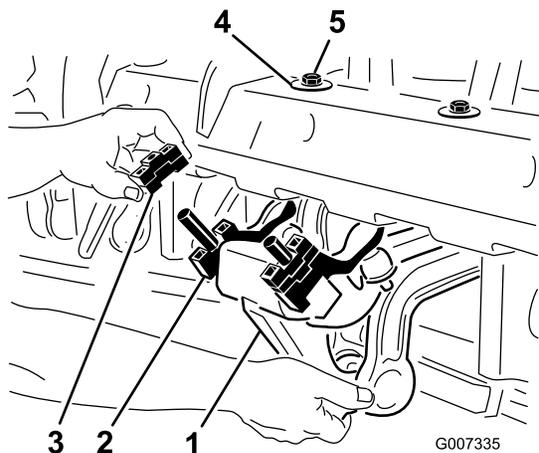

Рисунок 25
1. Отверните 2 контргайки (½ дюйма) крепления узла амортизатора Rotalink к нижней поверхности рамы аэраторного вала (Рисунок 25).
2. Опустите узел амортизатора, чтобы открыть доступ к проставкам (Рисунок 25).
4. Снова присоедините узел амортизатора к раме аэраторного вала. Убедитесь в том, что полушайба установлена на раму аэраторного вала, как показано на Рисунок 25. Затяните 2 контргайки.